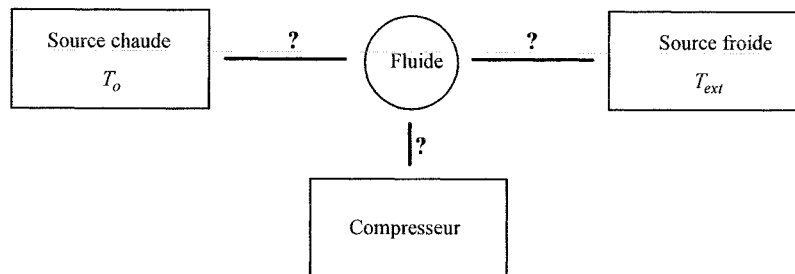

Figure 4
1. Recopier et compléter le schéma proposé à la figure 4, en remplaçant chacun des trois segments par une flèche précisant le sens effectif du transfert d'énergie et surmontée de la grandeur de transfert concernée (Q_{ext} , Q_o ou W). Préciser le signe de chacune de ces grandeurs.